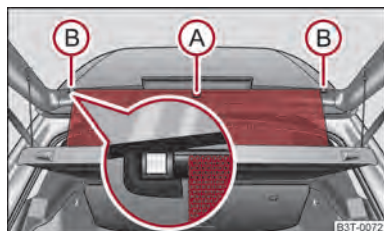

Fig. 49 Desenrollar la cortinilla antisolar enrollable
- Extraer la cortinilla antisolar enrollable por el tirador (A) ⇒ fig. 49 y colgarla en el soporte magnético (B).